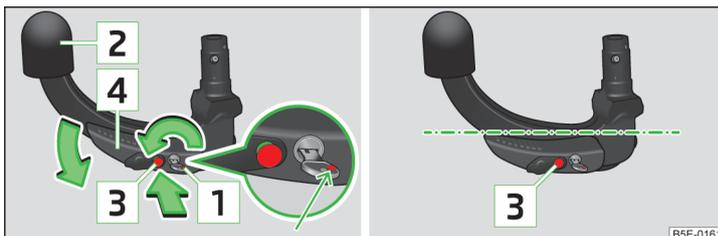

Fig. 125 Ajustar la posición de reserva / posición de reserva
- Agarre la barra de cabeza esférica por debajo de la tapa protectora **2** » fig. 125.